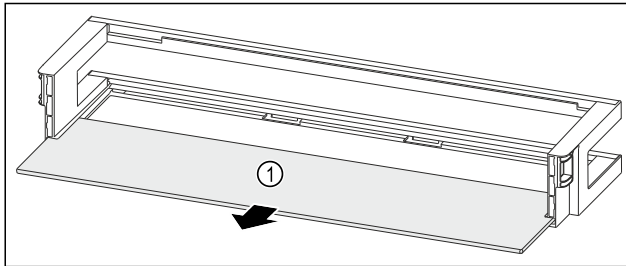

Fig. 50 Oviteline säilytyshyllyn kanssa
- ▶ Ota säilytyshylly Fig. 50 (1) pois.